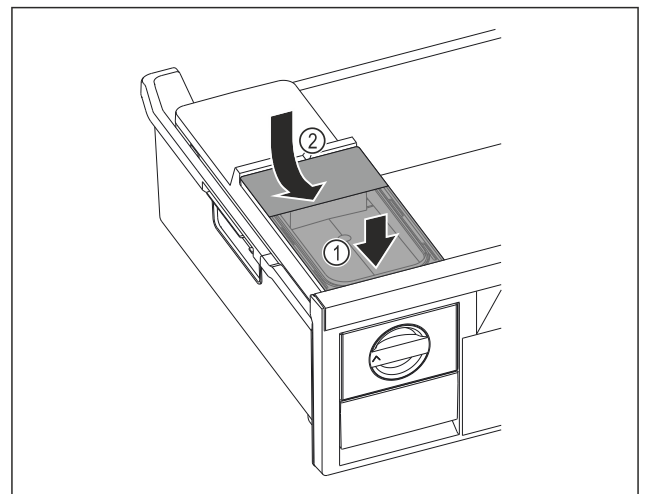

Fig. 70
- ▶ Wassertank vorne ansetzen. Fig. 70 (1)
- ▶ Wassertank hinten absenken. Fig. 70 (2)